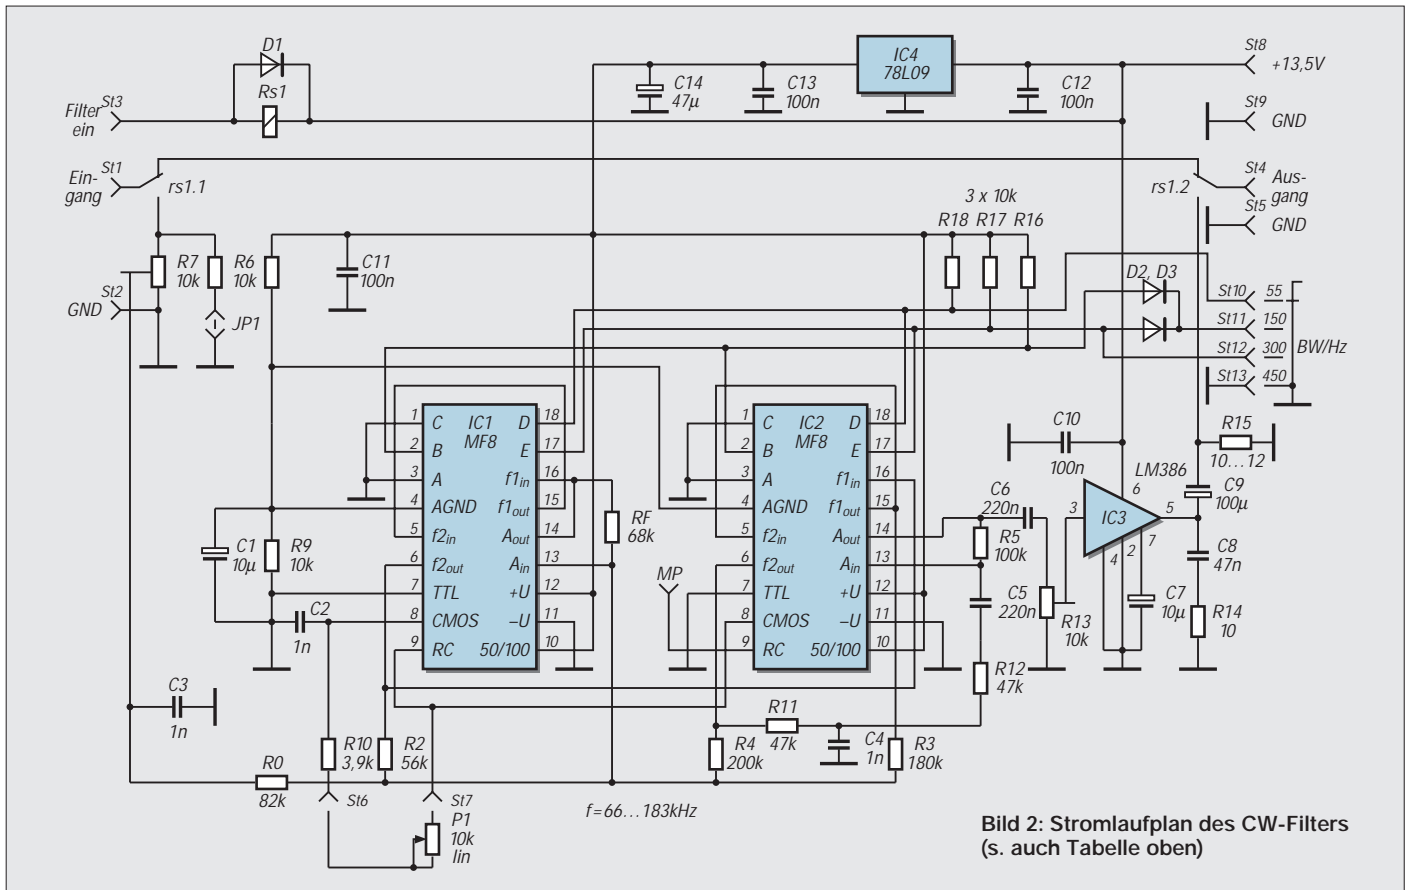

Bild 2: Stromlaufplan des CW-Filters (s. auch Tabelle oben)
**Praktische Ausführung:** Als Verkürzungskondensator wählt man für die bei uns erlaubten Sendeleistungen am besten einen luftisolierten Doppeldrehkondensator aus der Bastelkiste, vom Flohmarkt oder aus einem alten Radio (zumeist  $2 \times 500$  pF). Bei großen Kapazitätswerten, wie sie die elektrische Verkürzung von Drähten unter 50 m Länge verlangt, sind beide Plattenpakete parallelzuschalten. Besser ist die Reihenschaltung (= 250 pF), die im Musterbeispiel anzuwenden wäre. Hier schließt man die Antenne und Seele des Koaxialkabels an die beiden Statorpakete an, so daß die Schwachstelle des Drehkondensators, der Schleifer, außer Funktion bleibt (Bild 2).
In Bild 2 ist der komplette Stromlaufplan ersichtlich. Der Widerstand RF wurde zu 68 k $\Omega$  gewählt. Daraus ergeben sich für meine Vorgaben bezüglich Filtertyp und Flankensteilheit die Widerstandswerte  $R_0 = 79,86$  k $\Omega$  (praktisch 82 k $\Omega$ ),  $R_2 = 57,82$  k $\Omega$  (56 k $\Omega$ ),  $R_3 = 188$  k $\Omega$  (180 k $\Omega$ ) und  $R_4 = 203,4$  k $\Omega$  (200 k $\Omega$ ). Die Programmierung der Güte entsprechend der Bandbreiten BW ist den Werten für die Kodierpins A bis E in der Tabelle rechts oben zu entnehmen.